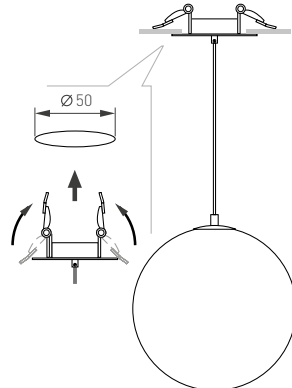

Рис. 3. Установка и подключение светильника с встраиваемой чашей
- 3.3. Установка и подключение светильника со встраиваемой чашей (рис. 3.):